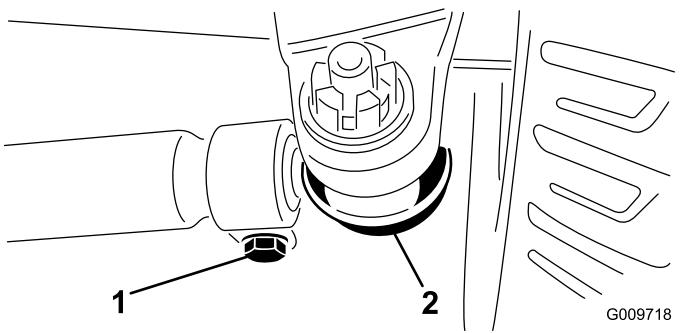

Figura 88
- Per regolare, togliete la caviglia e il dado da uno dei giunti a sfera del tirante (**Figura 88**). Togliete il giunto a sfera del tirante dal supporto della scatola del ponte.
- Allentate i fermi su entrambe le estremità dei tiranti (**Figura 88**).